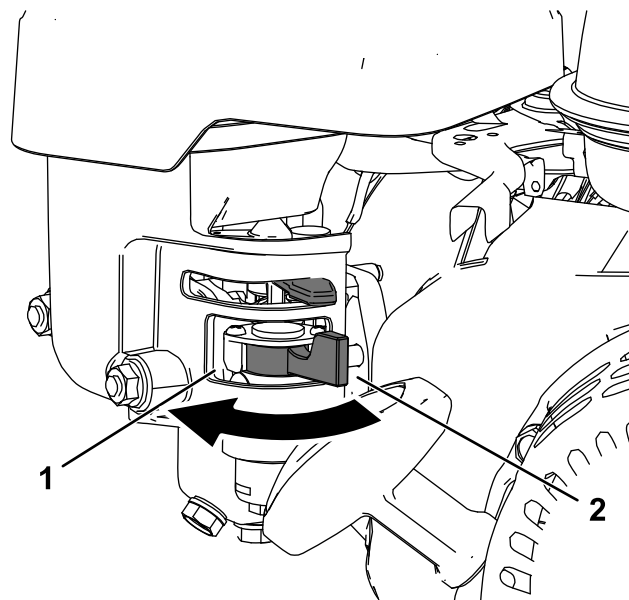

図 4
- バルブを開く場合バルブのレバーをリコイルスタータハンドルの方へ回す 図 4。
- バルブを閉じる場合バルブのレバーをリコイルスタータハンドルと反対の方へ回す 図 4。